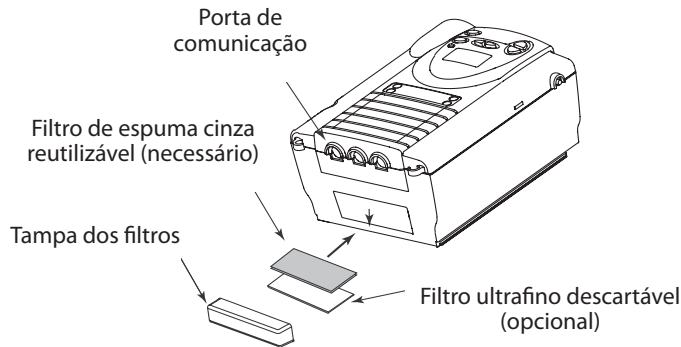

Figura 5–1 Instalação dos filtros de ar
2. Deslize os filtros para dentro da entrada do ar, na parte de trás do dispositivo (primeiro o filtro branco, se ele estiver sendo usado). Pressione os filtros para baixo para dentro do espaço, como indicado na Figura 5–1.